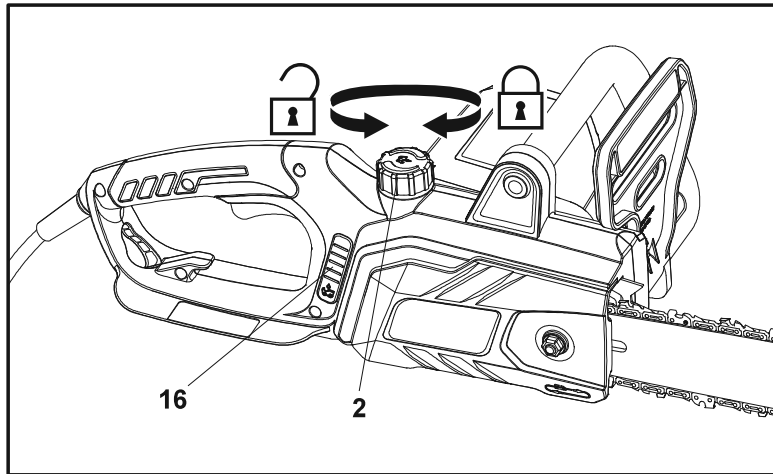

Fig. 8
1. Coloque o produto numa superfície estável e nivelada, com a tampa do depósito de óleo (2) voltada para cima. Recomendamos que coloque uma película não inflamável sob o produto.
2. Desaperte e remova a tampa do depósito de óleo (2) (Fig. 8).